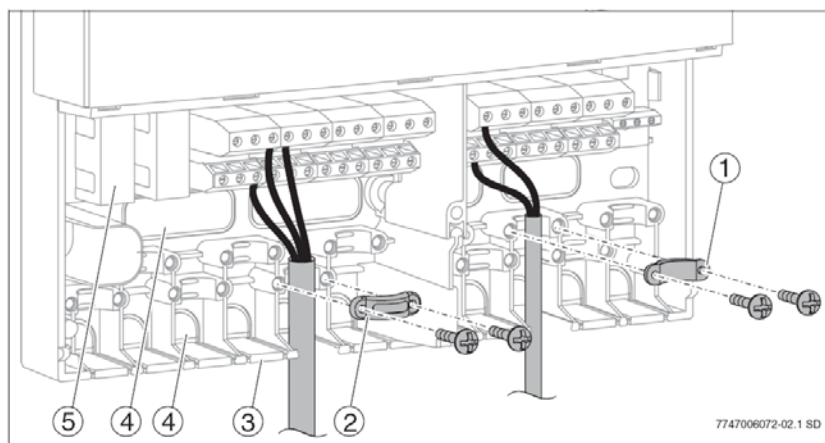

Рис. 8 Кабельный ввод и крепление кабельных линий
Кабельные линии можно прокладывать в прибор в зависимости от монтажной ситуации с тыльной (→ Рис. 8, Поз. 4) или с нижней (→ Рис. 8, Поз. 3) стороны.
- С помощью ножа удалить лепесток кабельного ввода (→ Рис. 8) так, чтобы не оставалось режущих краёв или острых заусениц.
- Защитить кабель соответствующим фиксатором от натяжения (→ Рис. 8, Поз. 2). Фиксатор может также монтироваться в перевёрнутом варианте (→ Рис. 8, Поз.1).